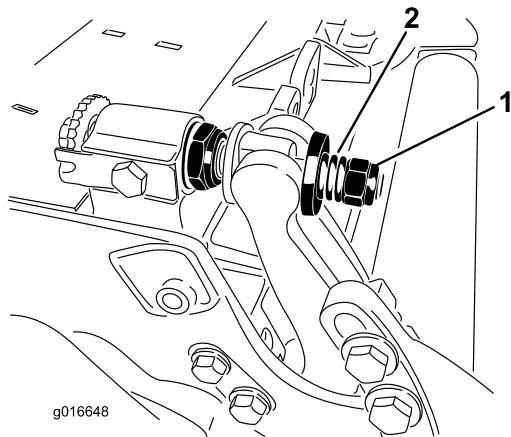

Figura 35
5. Aperte a porca da mola tensora até que a mola fique recolhida; em seguida, desaperte meia volta (Figura 35).